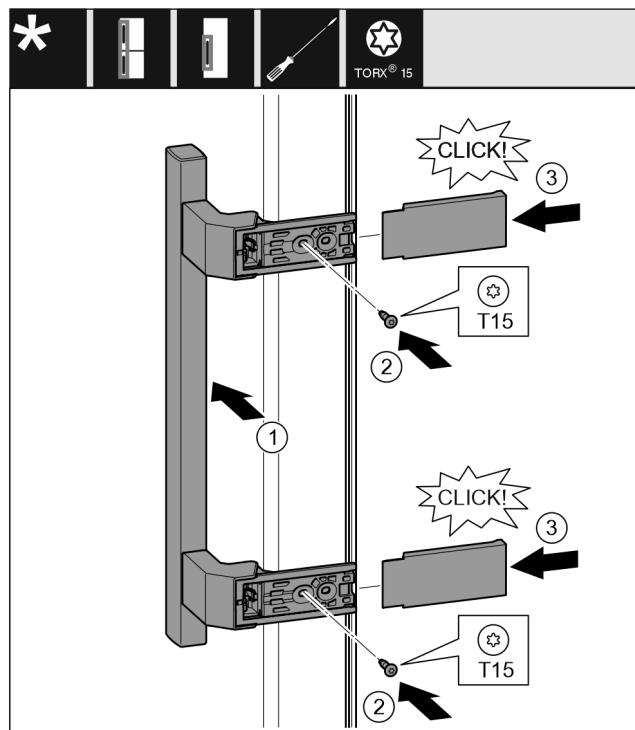

Fig. 15
- Поставете дръжката от другата страна. Fig. 15 (1)
- С отвертка T15 затегнете винтовете. Fig. 15 (2)
- Поставете отстрани капациите и ги нахлузете. Fig. 15 (3)